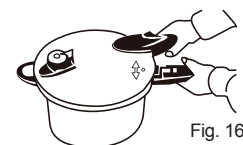

Fig. 16
- Alinhar a marca "○" na tampa com a marca "▲" na pega da panela (peça 15) e abrir a tampa (Fig. 16). Limpeza e cuidados